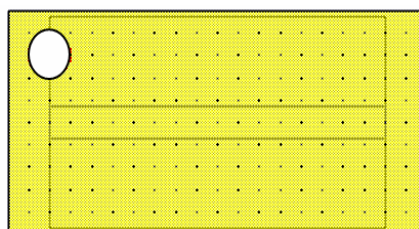

Рис. 56
- В **Drawing Layers** выберите слой **Via** и выберите в меню **Draw>Ellipse** или щёлкните по значку **Ellipse** на панели инструментов. Создайте перемычку 100x100 и поместите её как показано на рис. 56.